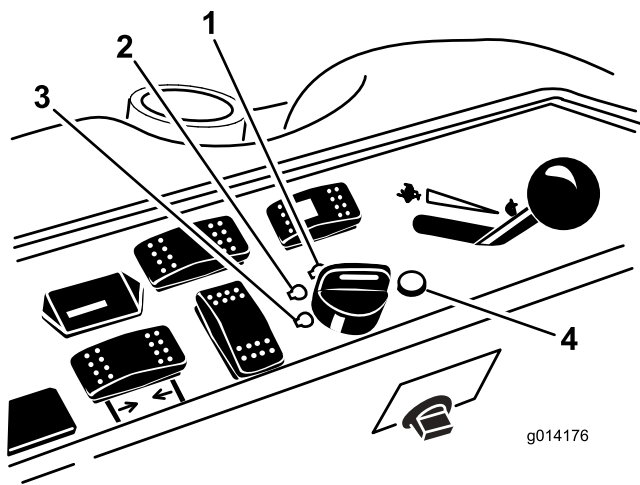

Figura 22
6. Rode a chave da ignição no sentido dos ponteiros do relógio para a posição FUNCIONAMENTO (Figura 22).